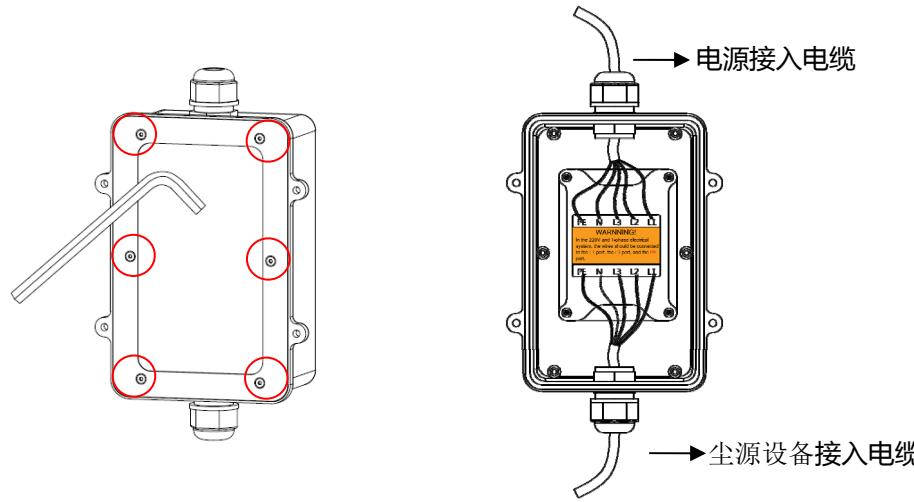

图 3
- 1) 如图 3 所示，使用 2.5#内六角扳手拆除后盖板螺栓。